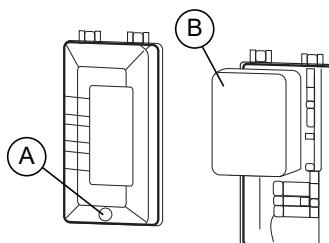

Figura 4-5. Conjunto del filtro de aire
1. Desenrosque el tornillo (A) y retire la cubierta del filtro de aire. Consulte la **Figura 4-5**.
2. Limpie el filtro (B) con una mezcla de agua y jabón. Escúrralo y límpie hasta que quede seco (NO LO RETUERZA) con un paño limpio.